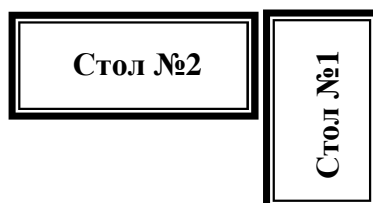

Рис. 1. Схематическое расположение столов
2.2 На стол №1 устанавливается компьютер, располагаемый обязательно с правой стороны от спектрометра (см. рис. 1). На стол №2 должен быть установлен спектрометр. Стол со спектрометром должен располагаться на расстоянии 400÷600 мм от стены для обеспечения технического обслуживания, прокладки технологических магистралей и ремонта оборудования.